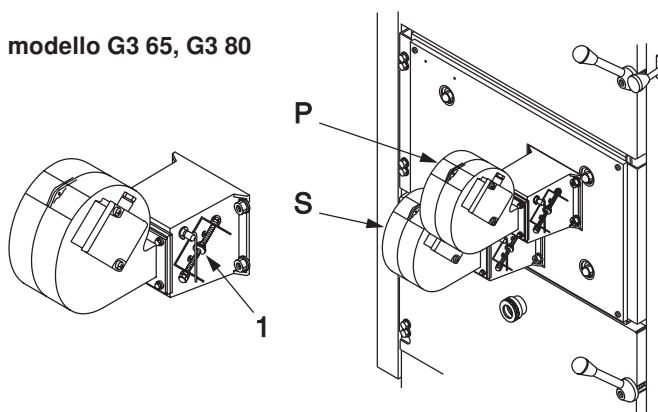

fig. 49
La posizione di partenza delle ghiera (pos. 1, fig 49) che comandano l'apertura o la chiusura dell'aria primaria e secondaria, dovrà essere circa a metà sull'asta filettata.
A questo punto, "avvitare" o "svitare" le ghiera (pos. 1, fig 49) sulla barra filettata fino ad ottenere una regolazione ottimale delle arie osservando il colore della fiamma nella camera di combustione inferiore; si tenga presente che avvitando in senso orario la ghiera (cioè verso l'alto) si otterrà un aumento dell'immissione dell'aria (primaria o secondaria), viceversa, una diminuzione.
Le caldaie G3 65 e G3 80 sono dotate di due ventilatori (fig. 49) che incorporano un clapé di regolazione comandato da ghiera esterne. Il ventilatore superiore fornisce l'aria primaria, l'inferiore l'aria secondaria. Alla prima accensione è necessario regolare l'aria primaria e secondaria tenendo presente che l'aria primaria determina la potenza della caldaia e quindi la quantità di legna che viene bruciata e l'aria secondaria completa la combustione.